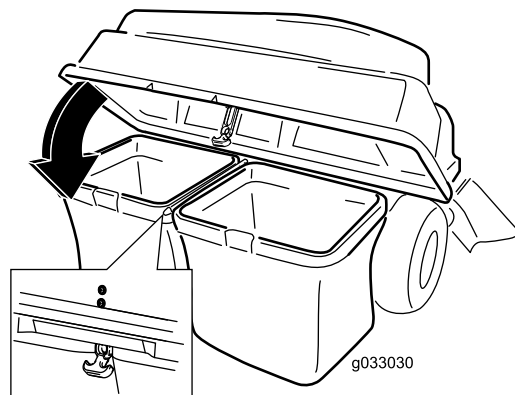

Figura 22
5. Abbassate il coperchio del sistema di raccolta sui cesti (Figura 22).
6. Fissate il cofano con il fermo (Figura 22).